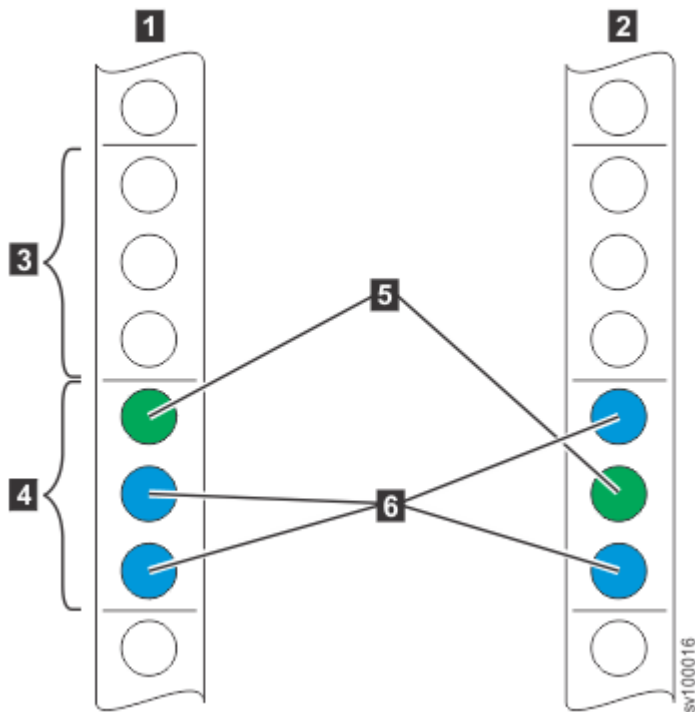

图 21. 确定机架空间
2. 选择机架中可用于安装节点的 2U 空间（取决于您要安装的节点），如第 19 页的图 21 中所示。